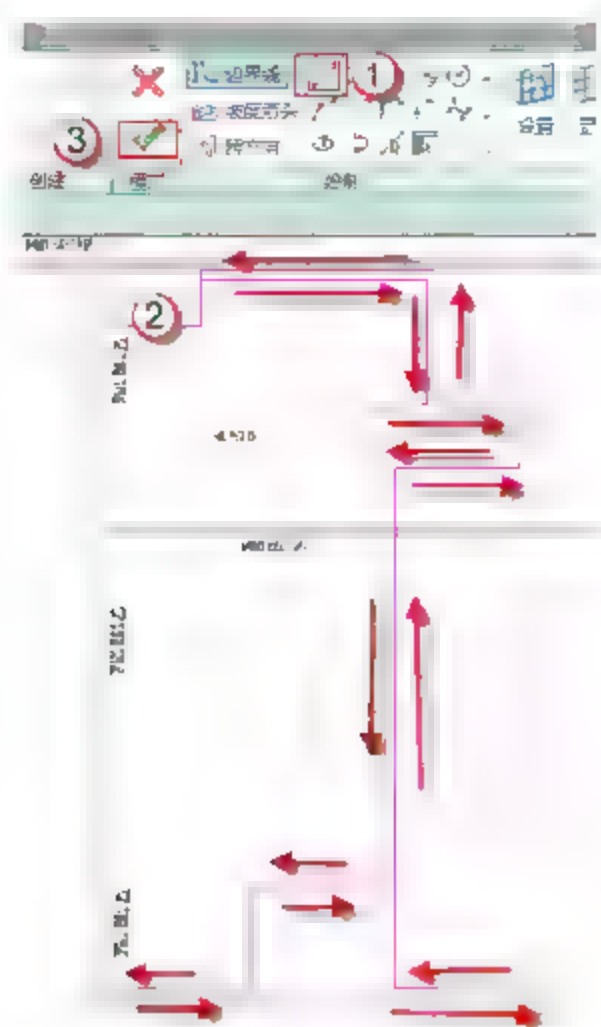
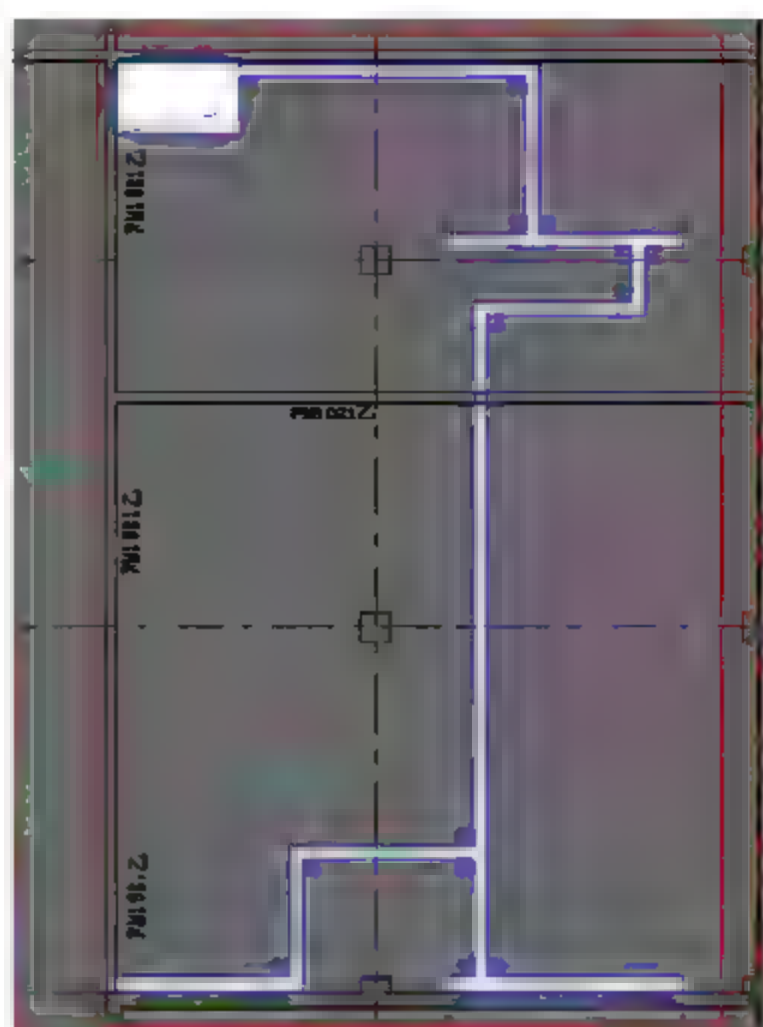

图 9.2.52 地面开洞
图 9.2.53 完成地面开洞
(12) 地面开洞。双击鼠标选择地下室地面，在“绘制”任务栏选择“直线”，在绘图界面需要绘制的地方，绘制 250mm 水沟的轮廓，然后在上下文关联选项卡中单击√按钮，如图 9.2.52 所示，完成地面开洞，如图 9.2.53 所示。